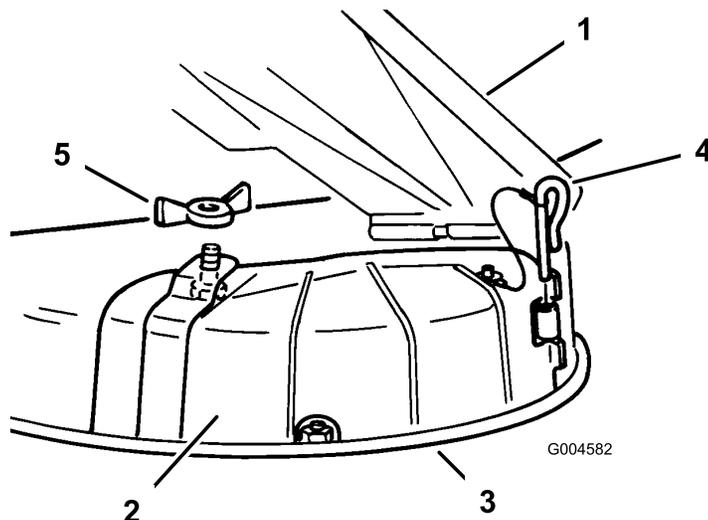

Figure 15
3. Soulevez le déflecteur d'herbe et placez l'obturateur d'éjection sur l'ouverture et le bord inférieur du carter du plateau de coupe, avant de l'insérer dans la charnière avant (Figure 15).
4. Insérez la goupille d'articulation dans la charnière (Figure 15).
5. Fixez l'obturateur d'éjection à la tondeuse à l'aide de l'écrou à oreilles (Figure 15).